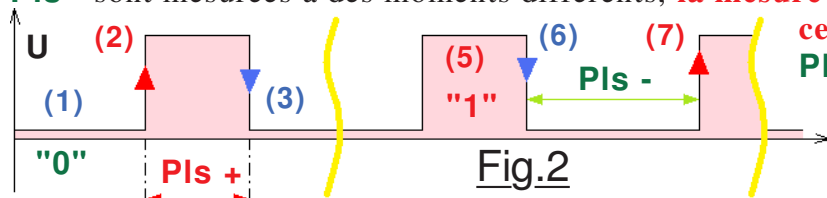

Fig.2
sont les formes électriques de très loin les plus rencontrées. Dans ces conditions, sélectionner une condition initiale, puis être capable de trouver la suivante revient à surveiller à notre choix un front montant ou un front descendant. Par exemple sur la Fig.2 on a choisi le front descendant. La tension de seuil qui permet de surveiller la transition négative est repérée par des triangles bleus sur ce
Bien que l'on pourrait générer un signal de rapport cyclique quelconque, le choix s'est porté sur des durées égales pour **Pls +** et **Pls -** soit un rapport cyclique de 0,5. Le petit programme expérimental **P13_Impulsiometre_sur_USB.ino** est encore une copie honteuse du démonstrateur **P12_Periodometre_sur_USB_avec_formatage.ino** avec très peu de modifications. La Fig.2 permet de détailler le principe des mesures. En (1) on attend un état "0" pour se préparer à l'arrivée d'un front montant. Quand en (2) il est détecté (*État "1"*.) on déclenche un chronométrage rapide. Puis on surveille l'arrivée de l'état "0" qui en (3) dénonce le front descendant suivant. On stoppe le compteur et l'on en extrait la valeur de **Pls +**. On recommence quelques part en (5) où un état "1" anticipe la prochaine mesure qui débute en (6) quand **D5** repasse à "0". On attend alors la "remontée" du signal qui en (7) détermine le front montant. Le TIMER1 est alors stoppé et l'on calcule **Pls -**. En réalité pour chaque impulsion on effectue la moyenne sur dix mesures. Mais comme **Pls +** et **Pls -** sont mesurées à des moments différents, **la mesure des impulsions est plus fluctuante que celle des périodes**. Des valeurs de **Pls +** et **Pls -** sont déduites celles de la **période et de la fréquence, du rapport cyclique** mais ce ne sont que des **évaluations approximatives** relativement instables.